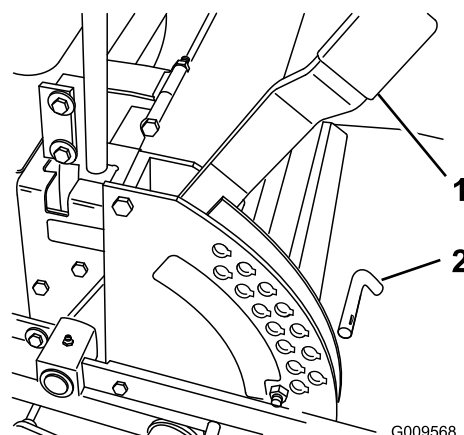

Figure 18
1. Relevez le levier de sélection de hauteur de coupe en position de transport (qui correspond aussi à la hauteur de coupe de 114 mm (4-1/2 pouces)) (Figure 18).
2. Pour changer de hauteur de coupe, retirez l'axe de chape du support de hauteur de coupe (Figure 18).
3. Placez l'axe de chape dans le trou du support correspondant à la hauteur de coupe voulue (Figure 18).